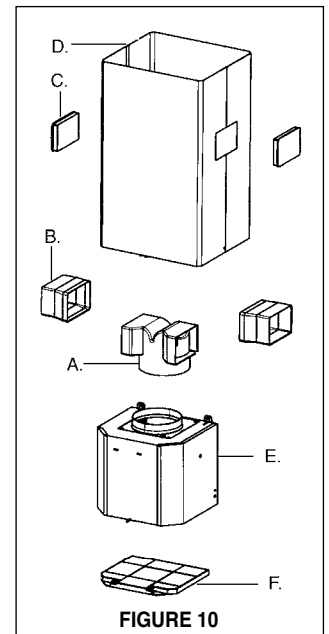

FIGURE 10
Installations sans conduit requièrent le **Kit Pour Conversion Du Conduit (FIGURE 10)**. N'utilisez pas le REGISTRE ROND (M de la FIGURE 1) pour les Installations sans conduit. Jeter le COUVERCLE CHEMINÉE INFÉRIEURE (B de la FIGURE 1) et remplacer avec le couvercle de cheminée inférieure avec trous d'échappement d'air dans le **Kit Pour Conversion Du Conduit (D de la FIGURE 10)**.
Illustré à la FIGURE 10, mettre le DUCTLESS DIVERTER (A) dans l'ouverture d'échappement de la EASY CUBE (E). Mettre le DUCTLESS DIVERTER EXTENSION HORIZONTAL (B) dans le DIVERTER (A).
Pour installations sans conduit, aligner les DUCTLESS DIVERTER EXTENSIONS HORIZONTAL (B de la FIGURE 10) avec les trous d'échappement d'air dans COUVERCLE CHEMINÉE INFÉRIEURE (D de la FIGURE 10) et installer les VENT GRIDS (C de la FIGURE 10).
Pour installations sans conduit, installer le FILTRE AU CHARBON (F de la FIGURE 10). Voyez FIGURE 14